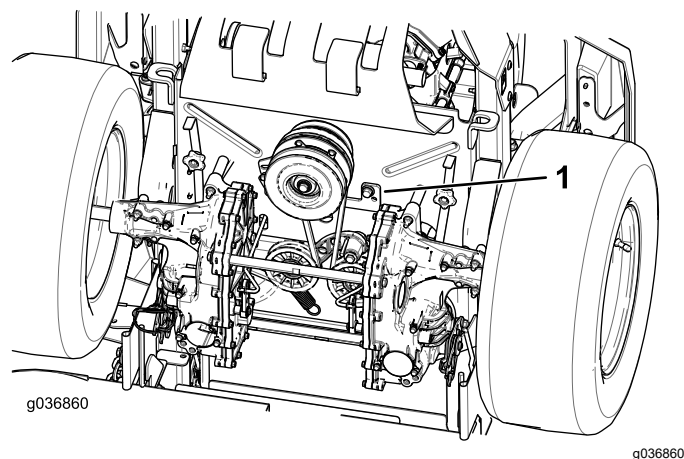

Figure 100
5. Déposez la butée d'embrayage (Figure 100).
9. Reposez la butée d'embrayage (Figure 100).